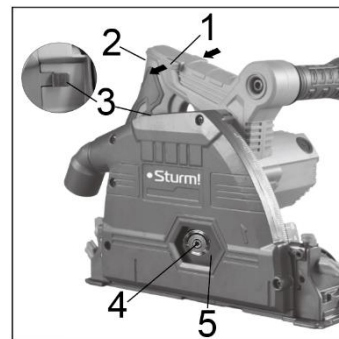

Рис.1
4. Нажмите на фиксирующий рычаг шпинделя (3) (рис. 1) и поверните крепежный болт против часовой стрелки, снимите крепежный болт и внешний фланец (Рис. 1).
ПРИМЕЧАНИЕ: Нажмите на фиксирующий рычаг шпинделя (4) (Рис.1) и затягивайте крепежный болт диска по часовой стрелке, пока фиксирующий рычаг не тронет шпиндель.